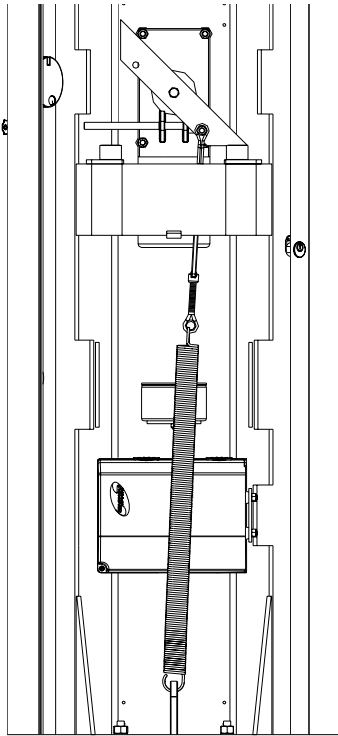

Fig. 8
- Pour inverser le sens d'ouverture, déplacer le ressort en position opposée (Fig.8) et faire inverser la connexion du moteur électrique sur la centrale de commande (Fig.9).